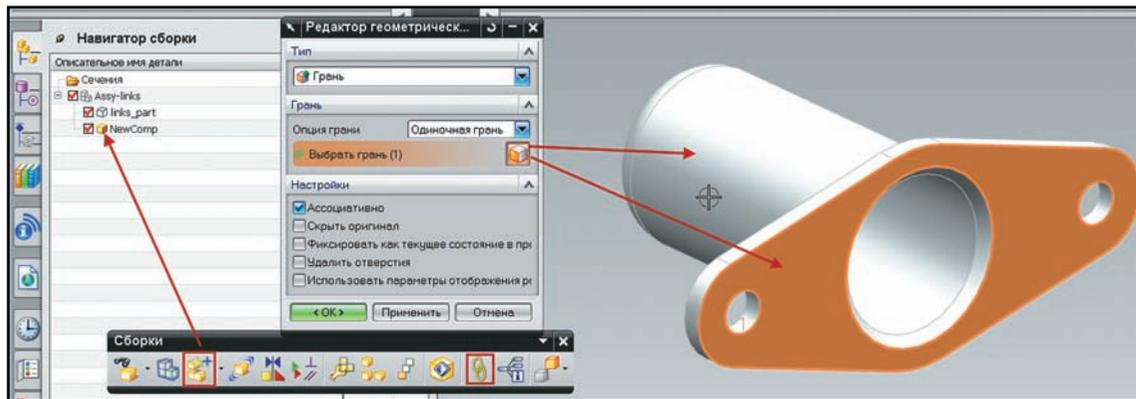

Рисунок 4.33. Режим привязки к интерфейсным объектам
- Вызовите **Редактор геометрических связей WAVE** и попробуйте выбирать грани, которые входят в интерфейс и которые не входят в него. Подсвечиваться будут только те грани, которые входят в интерфейс, что означает возможность их выбора (рис. 4.33).